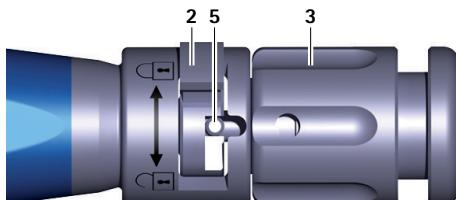

Afb. 2 Proefimplantaat aan inbrenginstrument koppelen
- ▶ Koppel het proefimplantaat D aan het dubbelvlak 7 van het inbrenginstrument A, zie Afb. 2. Let daarbij op de uitlijning van het proefimplantaat (oriëntatie aan de hand van de opdruk op het inbrenginstrument).